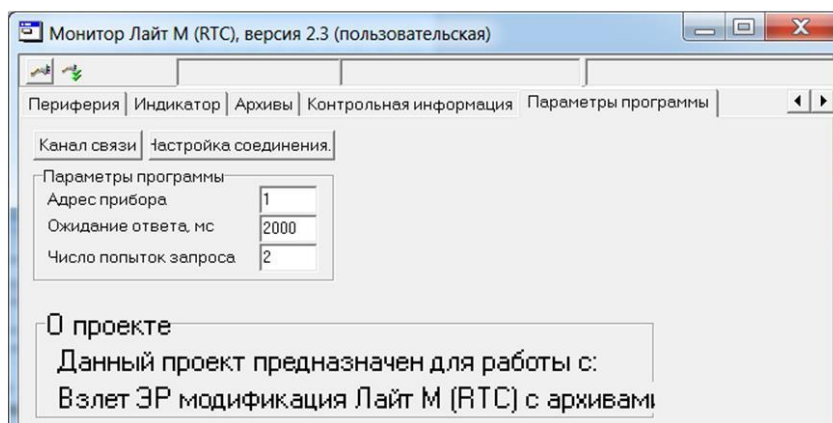
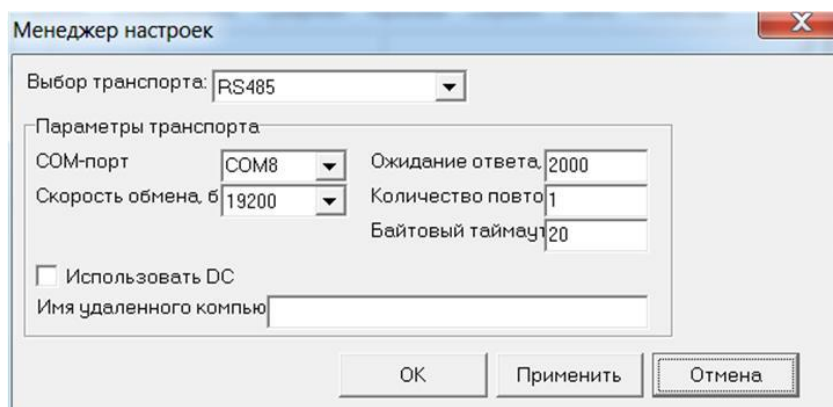

Рис.5. Вид вкладки «Параметры программы».
Рис.6. Вид окна «Менеджер настроек».
2.1.2. Перейти на вкладку **Параметры программы** в главном окне программы «Монитор» (рис.5) и удостовериться, что для параметра **Адрес** установлено значение 1 (как при выпуске из производства).
Нажать кнопку <Настройка соединения> (рис.5). В открывшемся окне **Менеджер настроек** (рис.6) установить требуемые значения параметров связи: